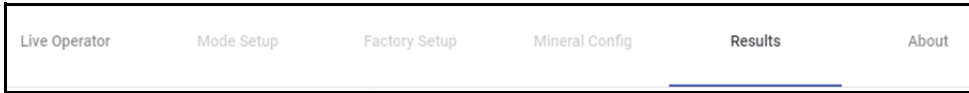

Figura 5-4 Barra di menu
- ◆ Nella barra di menu, cliccare sulla scheda della schermata che si vuole visualizzare (vedi Figura 5-4 a pagina 73).